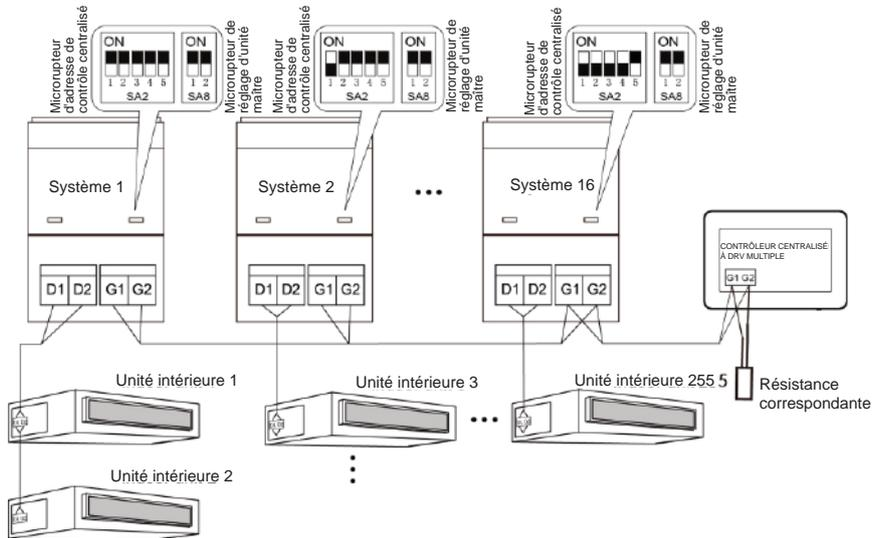

Fig.1.5 Contrôleur centralisé branché au réseau extérieur
c. Si le contrôleur centralisé doit être branché au réseau des unités extérieures, branchez-le conformément à la fig.1.5. Le contrôleur centralisé ne peut être branché qu'au dernier système du réseau extérieur. Une résistance correspondante doit être ajoutée aux cordons de communication sur les ports G1 et G2.